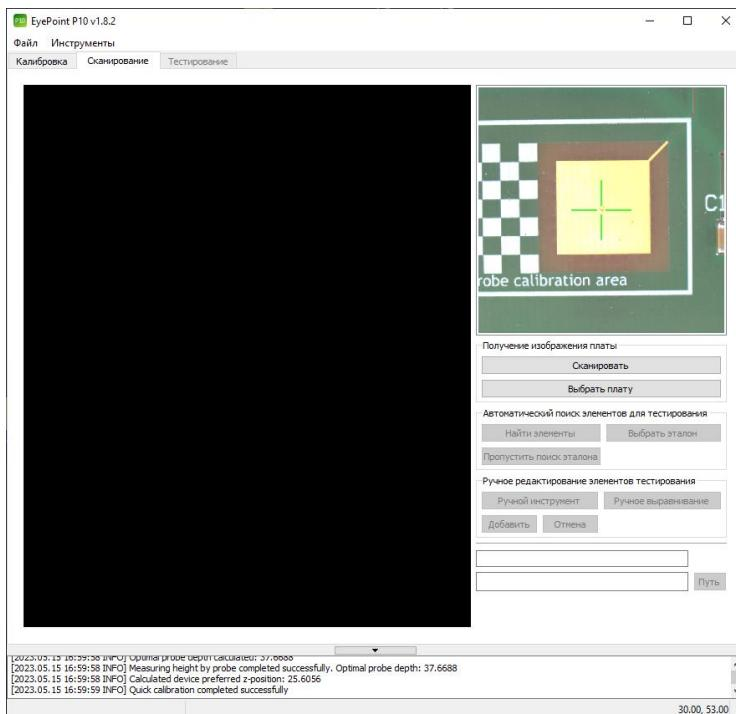

Рисунок 16. Внешний вид вкладки «Сканирование» ПО EyePoint P10v.
1. Перейдите во вкладку «Сканирование» главного окна программы (Рисунок 16). Данная вкладка станет доступна после выбора области (пункт 11.1).